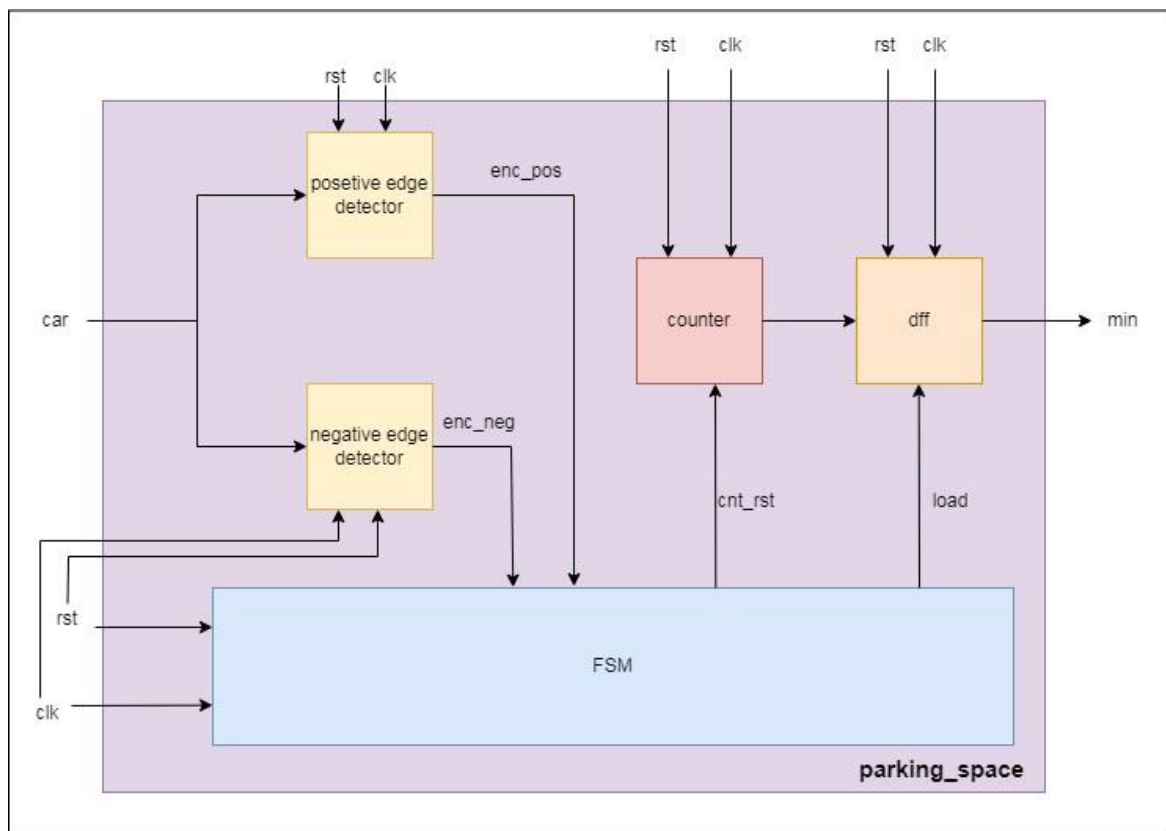

Fig. 2-1 硬體架構圖
1. 請依下列的硬體架構圖(Fig. 2-1)去設計電路，計算 car 的停留時長，其中 **cnt** 及 **min** 為 16bits